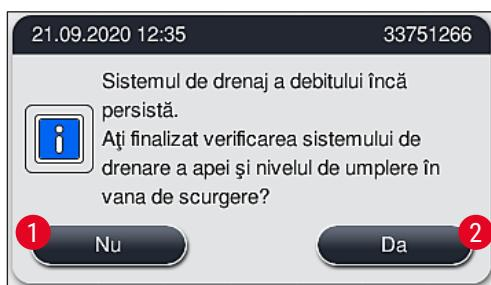

Fig. 124
2. După 5 minute și după ce s-au efectuat alte încercări de curățare, dar blocajul persistă, un mesaj (→ "Fig. 124") de pe ecran anunță utilizatorul că nivelul apei este încă prea ridicat. Apăsând **Nu** (→ "Fig. 124-1"), utilizatorul poate prelungi timpul de așteptare cu încă 5 minute pentru a efectua alte încercări de curățare. Dacă încercările ulterioare de curățare din acest al doilea interval reușesc, situația este rezolvată așa cum este descris la punctul 1. Dacă este necesar un timp suplimentar pentru măsurile de curățare, apăsați din nou **Nu** (→ "Fig. 124-1"). Intervalul poate fi repetat de mai multe ori. Dacă blocajul nu a putut fi eliberat în ciuda tuturor încercărilor de curățare, apăsați **Da** (→ "Fig. 124-2") pentru a porni un proces de avort controlat, consultați următoarele secțiuni 3 și 4.